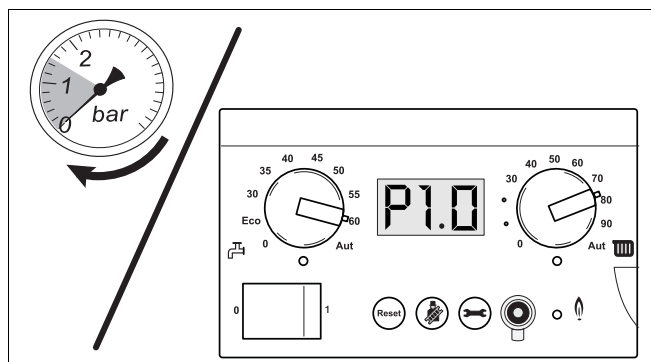

Bild 69 Läs av trycket
- Läs av trycket på den analoga tryckmätaren på anslutningsgruppen eller på manöverpanelen på BC10 (bild 69).
- Läs av anläggningstrycket igen på den analoga manometern eller på displayen på BC10 (bild 69). Om trycket är lägre än 1,0 bar måste den på- och avluftning som beskrivs ovan upprepas tills önskat tryck uppnås och värmeanläggningen är fri från luft.